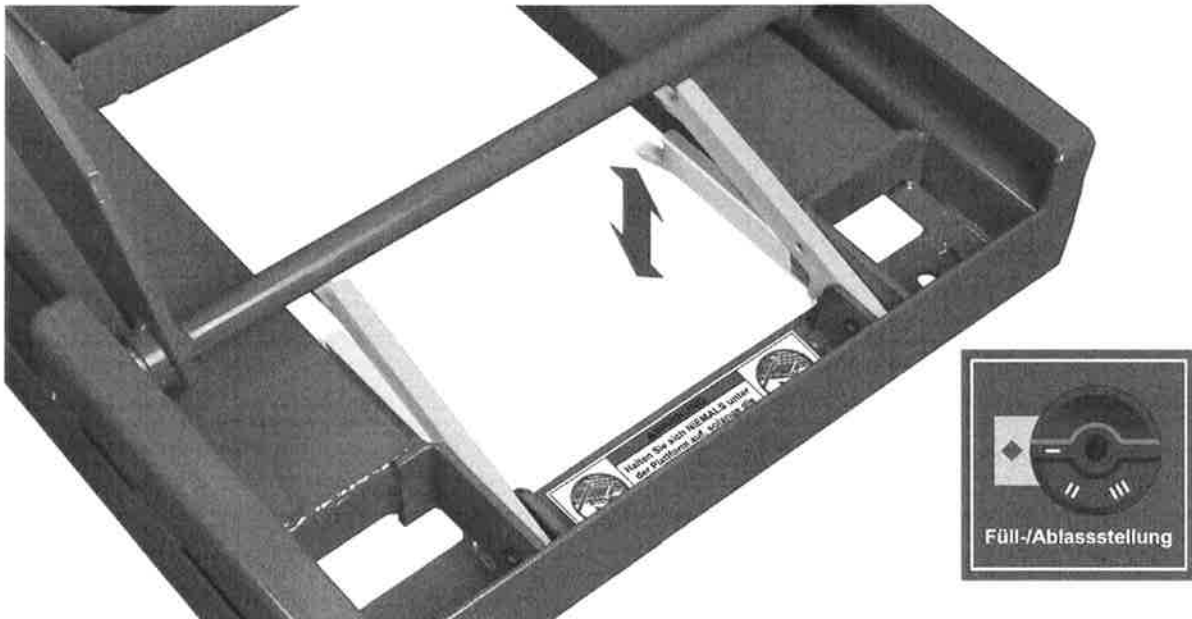

Abbildung 5 Einsetzen der Wartungsstützen
2. Heben Sie jede Wartungsstütze wie in Abbildung 5 gezeigt an, bis die Unterkante der Stütze die Scherenwelle berührt. Lassen Sie beide Wartungsstützen ganz in der Welle einrasten.